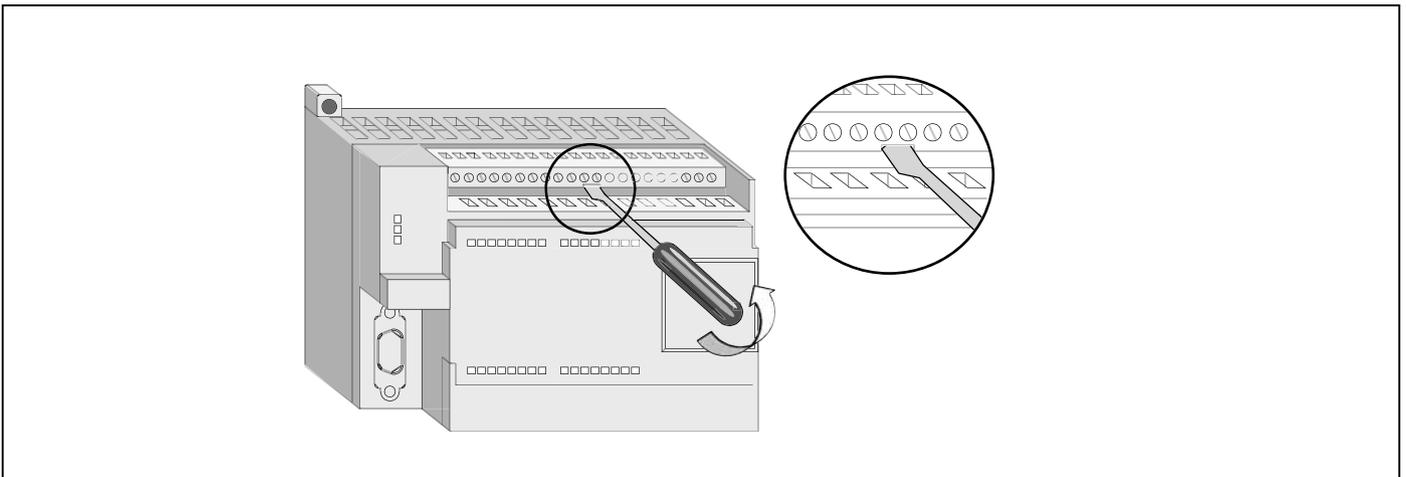

图48 CPU 224 CN 或 I/O 扩展模块的可拆卸端子连接器
采用可拆卸的端子连接器(图48)可以保证当拆卸和重新安装 S7-200CN CPU 和 I/O 模块时现场接线固定不变。
2. 如图 48 所示，把螺丝刀插入端子块中央的槽口中。